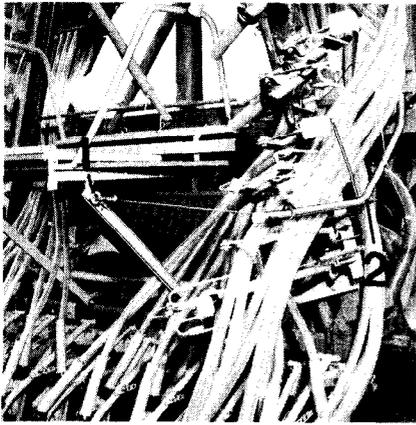
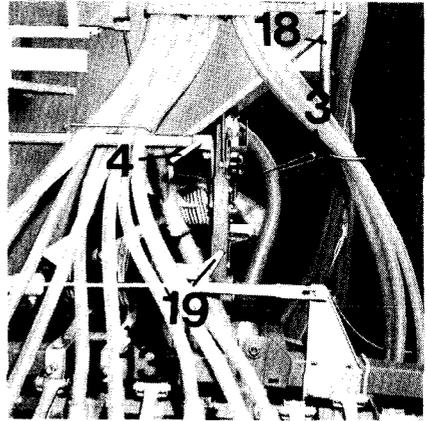

Fig. 6
Fig. 7
1. Die S-Haken (Fig. 6/1) aus den Ringschrauben am Ladesteg lösen. Die beiden schwenkbaren Schlauchhalter (Fig. 6/2) nach vorn – also zum Schlepper hin – schwenken und unbedingt dort befestigen (Fig. 7/3).
2. Die Verriegelung (Fig. 7/4) lösen und Ausleger durch die Hydraulik herunterlassen.
7. Die Spurzustreicher (Spurlockerer) (Fig. 7/13) sind aus ihrer Halterung herauszuziehen und umgekehrt (mit dem Scharfuß nach unten) wieder einzuführen und zu befestigen.
1. Die beiden schwenkbaren Schlauchhalter (Fig. 7/18) nach vorn – also zum Schlepper hin – schwenken und unbedingt dort mit den S-Haken befestigen (Fig. 7/3).
2. **Sperrung der Ausleger-Hydraulik lösen** (Fig. 7/19) (siehe auch Abschnitt B) 4.).
6. Jetzt die beiden schwenkbaren Schlauchhalter (Fig. 7/18) nach Lösen der S-Haken (Fig. 7/3) nach **rückwärts** führen (Fig. 6/2) und mit den S-Haken in den Ringschrauben (Fig. 6/1) des Ladesteges befestigen. Die unteren Schläuche *nun zwischen die Schare einschieben*.